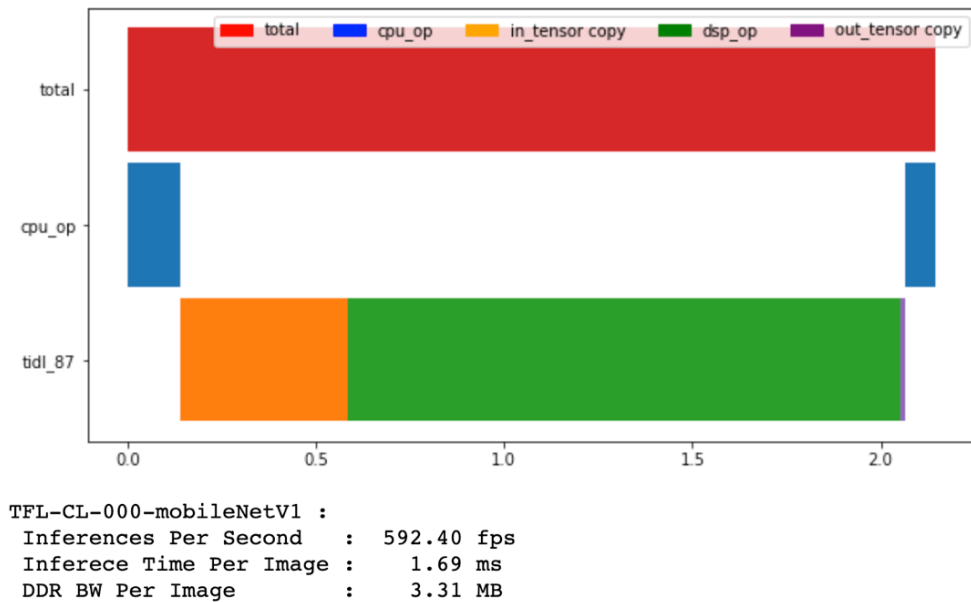

图 2-1 板端推理
2. **Model Analyzer:** 该工具可以在云端选择需要评估的板子型号，进行远端控制板子进行性能评估，开发者可以选择 TI 已有的模型或者上传自己的模型进行评估。如图 2-1 显示了模型在板端的推理耗时以及占用资源。